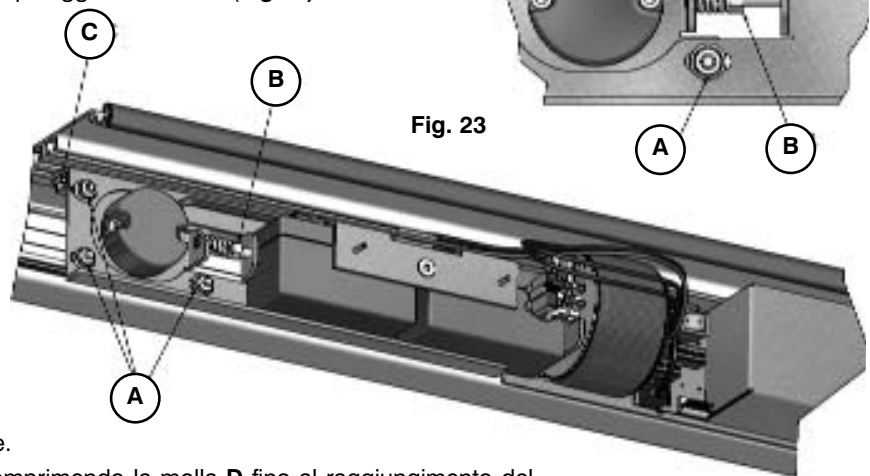

Fig. 23
- Allentare i dadi di fissaggio dell'assieme puleggia encoder **A** (**Fig.23**)